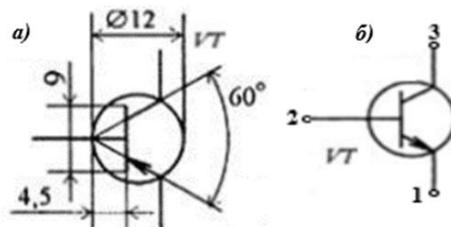

Рис. 10
Вопрос 17. Условное обозначение биполярного транзистора приведено на рис. 10а. Определите типы транзисторов на рис. 10а и 10б.
- 1) $p-n-p$, рис. 10а;
- 2) $p-n-p$, рис. 10б;
- 3) $n-p-n$, рис. 10а;
- 4) $n-p-n$, рис. 10б.